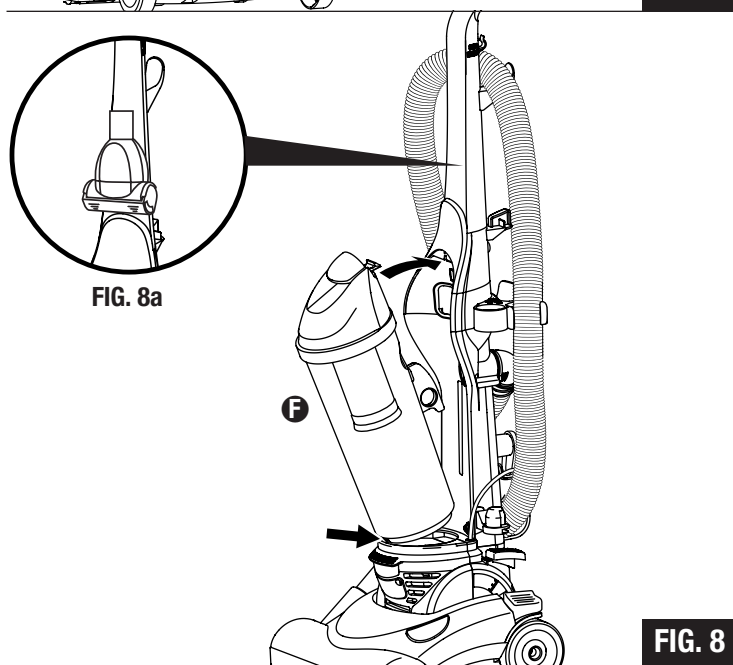

FIG. 8
Step 8: Place the dust cup **F** on the vacuum by aligning the bottom groove of the dust cup against the tab on cleaner base. Pivot the dust cup up against cleaner and push to secure as it snaps into place (FIG. 8).
Step 8A: (in some models only). Place Power Paw™ stair brush in slot in the special handle holder (FIG. 8).
Étape 8 : Placez le godet à poussière **F** sur l'aspirateur en alignant la rainure inférieure du godet avec la patte située à la base de l'aspirateur. Faites pivoter le godet à poussière contre l'aspirateur et poussez-le jusqu'à ce qu'il soit fixé en place (FIG. 8).
Étape 8A : (sur certains modèles seulement) Placez la brosse à escalier PowerPaw™ dans la fente de la poignée spéciale (FIG. 8).
Paso 8: Coloque el depósito para el polvo **F** en la aspiradora alineando la ranura inferior del depósito contra la lengüeta de la base de la aspiradora. Gire el depósito para el polvo contra la aspiradora y empuje para fijarlo encajándolo en su lugar (FIG. 8).
Paso 8A: (sólo en algunos modelos) Coloque el cepillo para escaleras Power Paw™ en su ranura en el receptáculo especial de la empuñadura (FIG. 8).